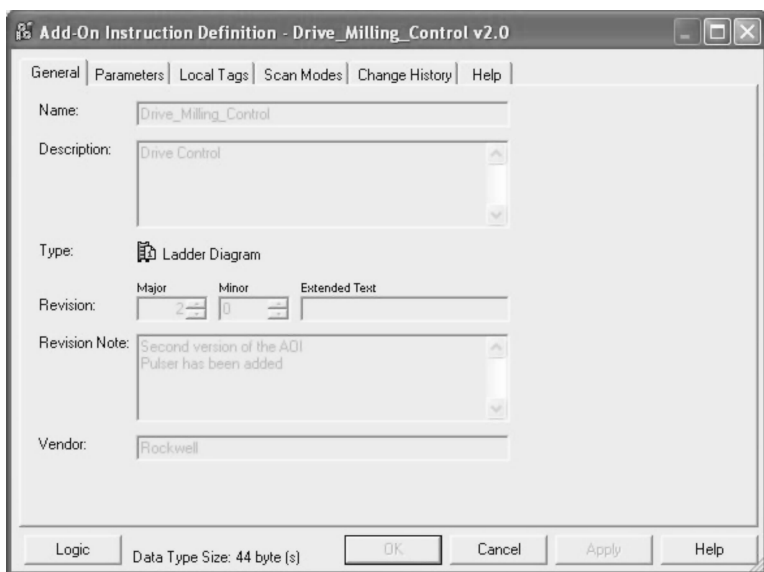

图 22-21 指令定义对话框
39. 双击 Drive_Milling_Control AOI。将打开指令定义对话框，不过是灰显的，如图 22-21 所示。